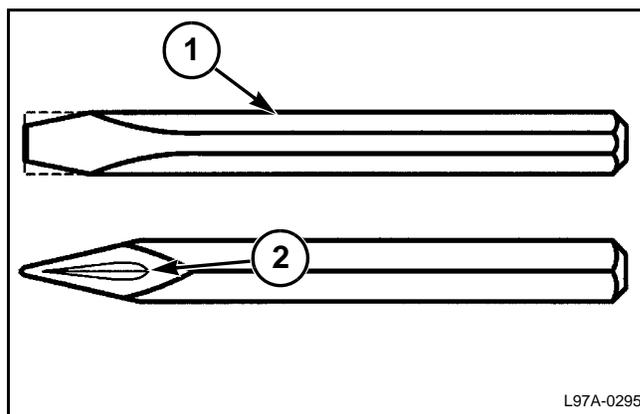

FIG. 4
FIG. 4: Si el acceso es difícil, fabrique una herramienta especial para sacar chavetas con cabeza. Use un cincel de 25 mm (1 pulgada) de ancho y esmerile el ancho del cincel a 16 mm (5/8 pulgada) (1). Esmerile una ranura (2) en cada lado de la cabeza del cincel. La ranura se utiliza para evitar que el cincel resbale.